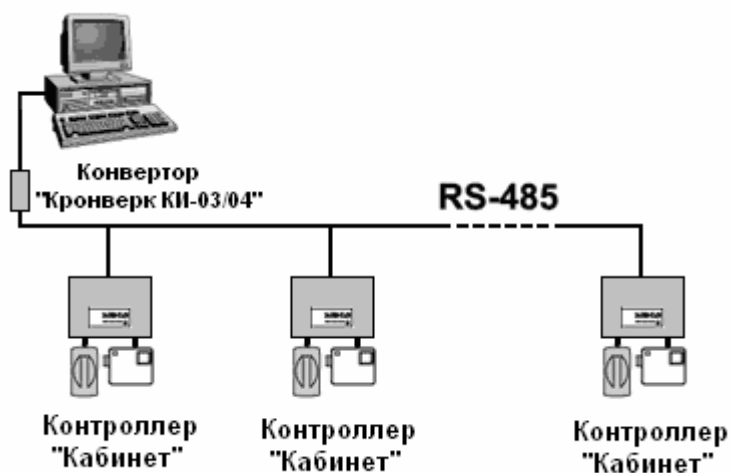

Рис.1. Объединение изделий «Кабинет» в единую сеть и подключение к компьютеру.
- 7.1 Изделия объединяются в единую сеть по магистрали RS-485 и с помощью конвертера «Кронверк КИ-03»/«Кронверк КИ-04» (установку платы конвертера «Кронверк КИ-04» в корпусе БПК смотри в Приложении А, рисунок А.6) подключаются к USB-порту (COM-порту) компьютера, на котором установлено ПО «Кабинет». Объединение изделий в единую сеть с использованием магистрали связи RS-485 показано на рис.1.